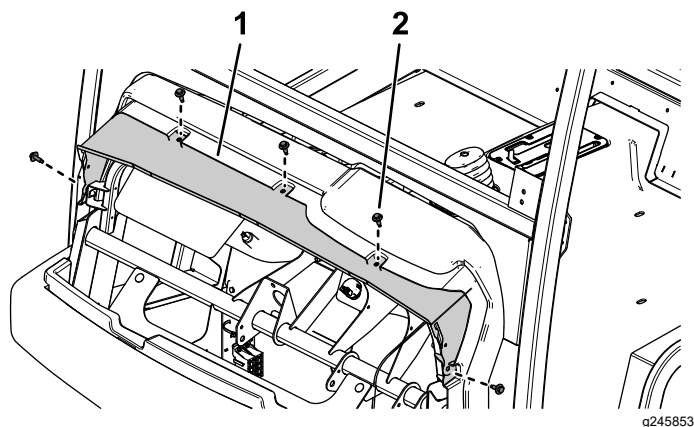

図 40
2. 機体のダッシュとサブフレームとの間に樋をセットし、先ほど外した六角ワッシャヘッドボルト5本で固定する 図 40。